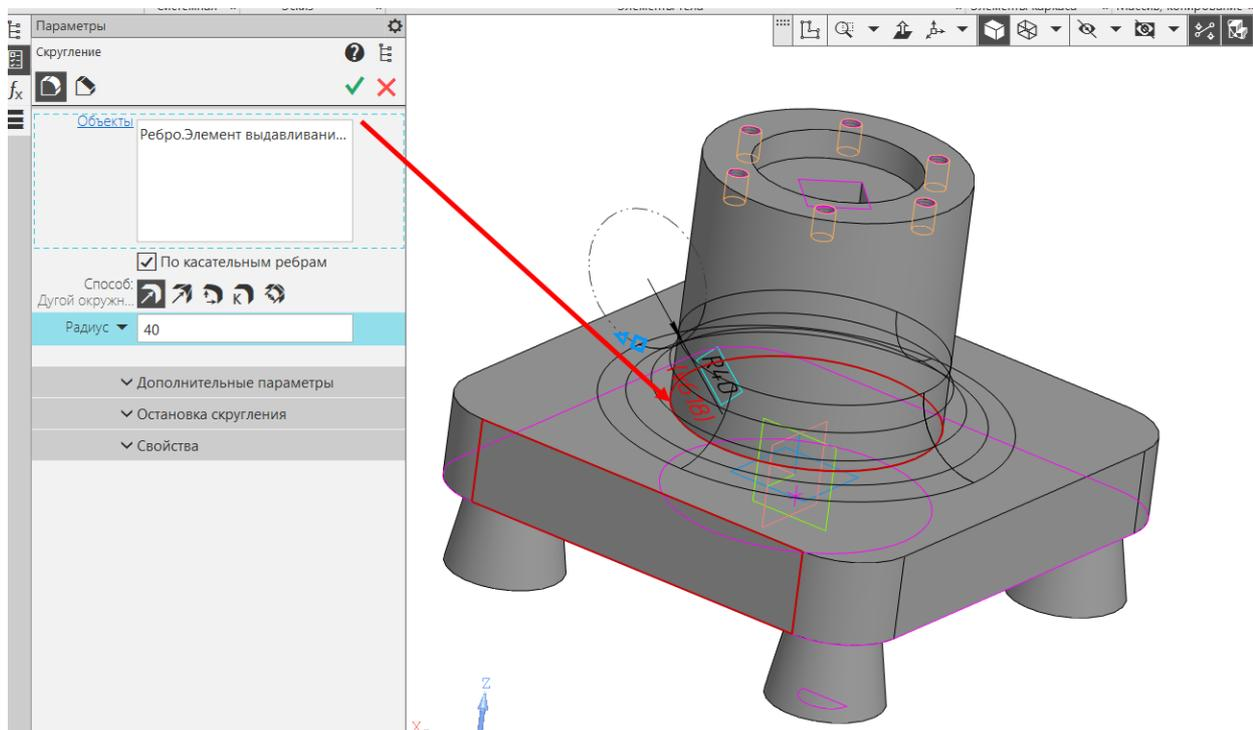

Рисунок 5.24
**Скругление**, укажем: *Объекты* – ребро цилиндра, *Радиус* – **40** (рисунок 5.24). **Принять. Стоп.**